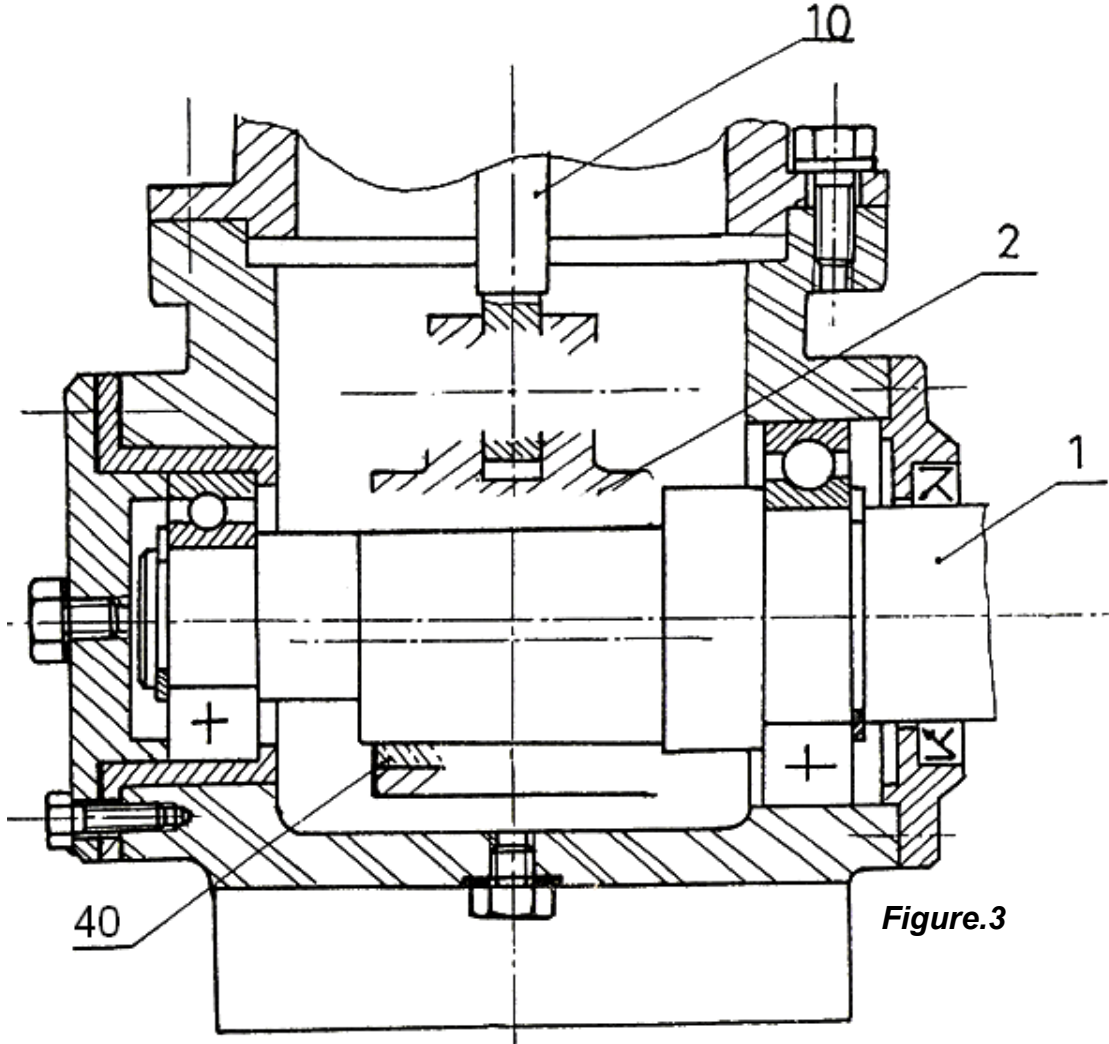

Figure.3
3.5- Si cette pompe fournit un débit Q_{vp} = 11 litre/min, sous une pression de 60.10⁵ Pa. **Calculer** la puissance disponible de la pompe ? (Figure.3) (/2 pts)
On désire modifier la solution technologique du système de transformation de mouvement de cette pompe par une autre solution. Compléter sur la **Figure.3** :